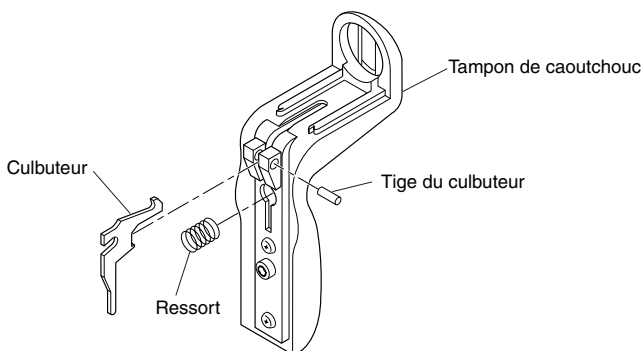

Figure 6 - Retrait du culbuteur
1. Repousser la tige du culbuteur (Figure 6).